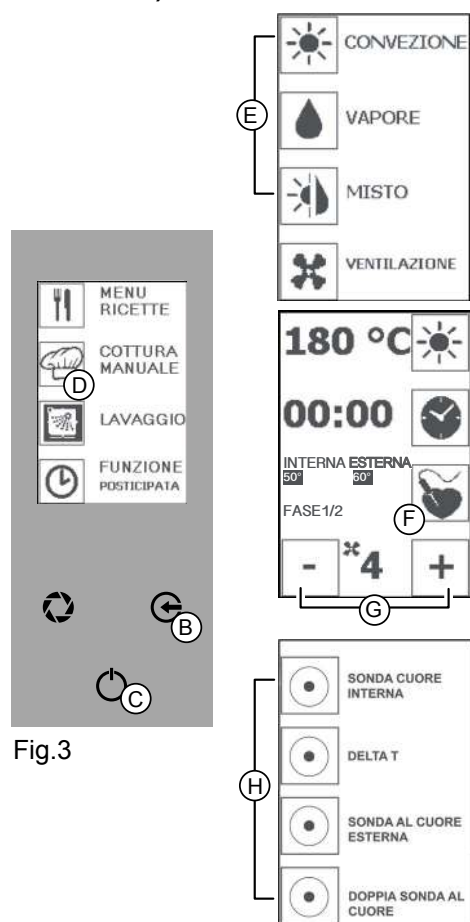

Fig.3
Premere tasto "GO!" (Fig 3/A) per entrare nel menù principale.
Premere l'icona "COTTURA MANUALE" (Fig 3/D) e selezionare una modalità di cottura (Fig.3/E).
5. Premere l'icona "SONDA AL CUORE" (Fig 3/F) e l'icona "DOPPIA SONDA AL CUORE" (Fig 3/H). Premere l'icona "SONDA AL CUORE" (Fig 3/F) e con le icone "MENO" e "PIÙ" (Fig 3/G) impostare la temperatura della sonda al cuore interna.
6. Premere l'icona "SONDA AL CUORE" (Fig 3/F) e con le icone "MENO" e "PIÙ" (Fig 3/G) impostare la temperatura della sonda al cuore esterna. Premere l'icona "SONDA AL CUORE" (Fig 3/F) per confermare.
Premere tasto "INVIO" (Fig 3/C) per avviare la cottura.
Premere tasto "INVIO" (Fig 3/C) e premere più volte il tasto "ESC" (Fig 3/B) per tornare alla schermata iniziale.
Premere più volte il tasto "ESC" (Fig 3/B) per tornare alla schermata iniziale.